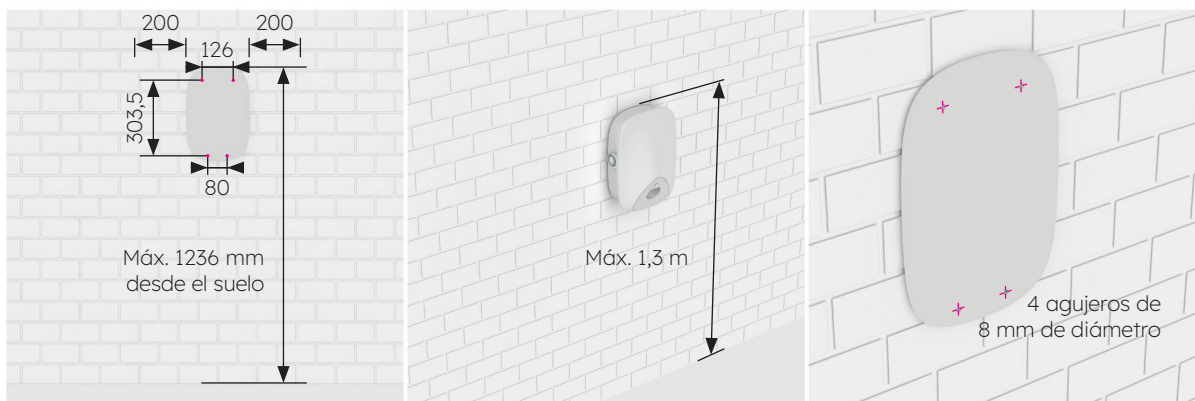

Figura 13 Marcado de los agujeros para el taladro
1. Confirma la posición de la instalación. Se recomienda que haya de 1 a 1,3 m entre la parte superior de la estación de carga y el suelo. Confirma que la plantilla está nivelada con un nivel. A continuación, marca los agujeros para el taladro tal y como se muestra en la figura 13. Se recomienda que haya una distancia de al menos 200 mm para mantenimiento a cada lado del cargador, tal y como se muestra en la figura 13.